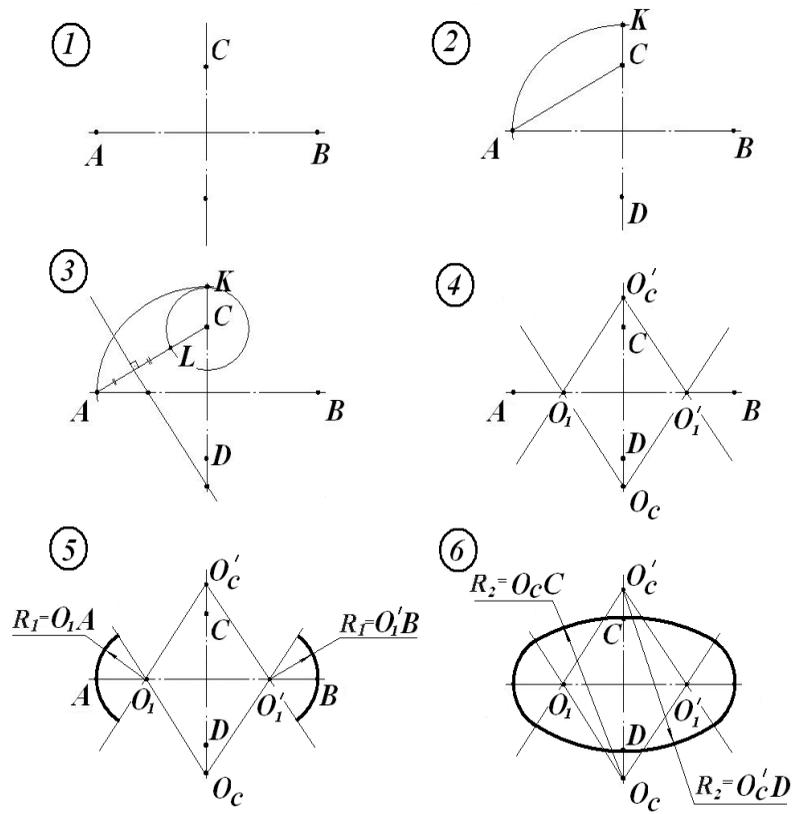

Рис. 59.
- 1) Даны две взаимно перпендикулярные оси овала AB и CD (рис. 59).